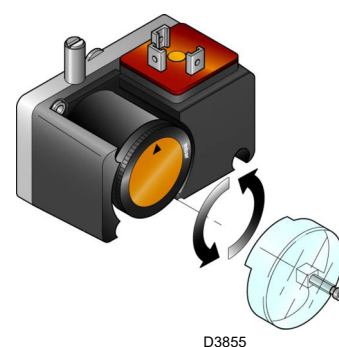

Abb. 29
- Stellen Sie den Gas-Mindestdruckwächter (Abb. 29) auf den Skalenanfangswert ein.
Der Zweck des Gas-Mindestdruckwächters ist es, zu verhindern, dass der Brenner aufgrund eines zu niedrigen Gasdrucks nicht wie vorgesehen arbeitet. Den Gas-Mindestdruckwächter (Abb. 29) nach erfolgter Einstellung des Brenners, der Gasventile und des Stabilisators der Gasarmatur einstellen.